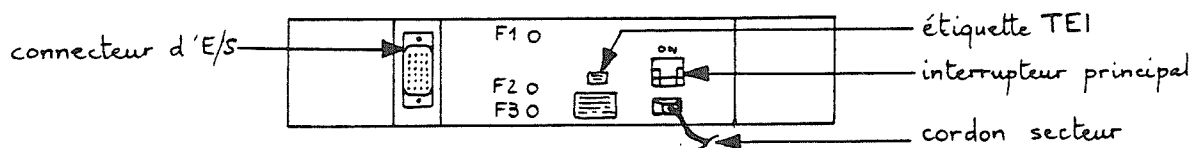

Figure 6 (vue arrière de l'imprimante)
- Basculer sur "ON" l'interrupteur principal de mise sous tension (fig.6)
Sur Solar l'imprimante Tally fonctionne avec l'interface Data Products. Elle se différencie facilement de celles connectées sur T1600 par le connecteur d'E/S qui est une prise Winchester à détrompage par les vis de fixation (pas de vis mâle d'un côté, femelle de l'autre) et par le numéro qui figure sur l'étiquette TEI : 1.149.056/03 (figure 6)